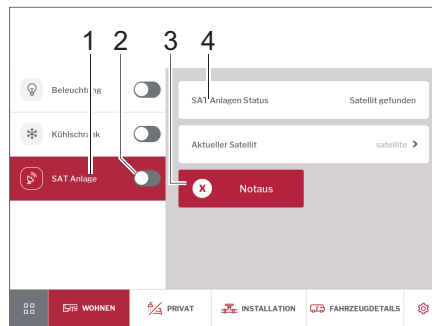

Bild 264 Satellitenanlage
- Mit Schiebeschalter (Bild 264,2) Satellitenanlage ein- oder ausschalten.
- Auf Schaltfläche *SAT-Anlage* (Bild 264,1) tippen.
Der ausgewählte Satellit wird angezeigt (Bild 264,4).
- Auf die Schaltfläche *Notaus* (Bild 264,3) tippen, wenn die Anlage gegen einen Widerstand fährt.